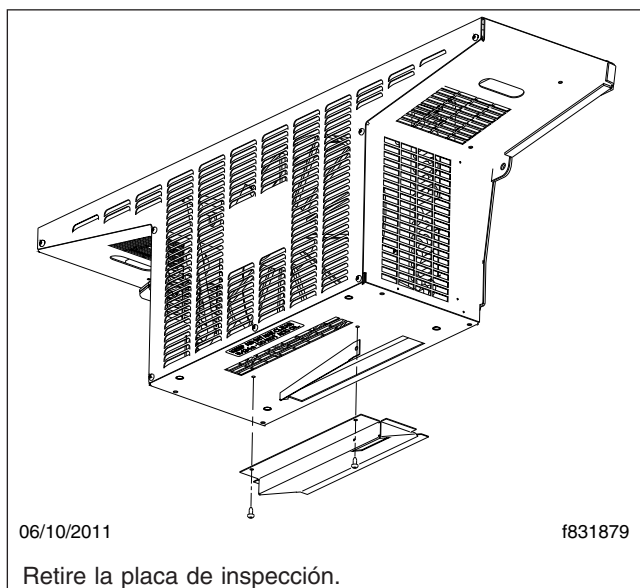

Figura 15, Limpieza del condensador
1. Retire la placa de inspección de la parte inferior del módulo del condensador. Vea la **Figura 15**.